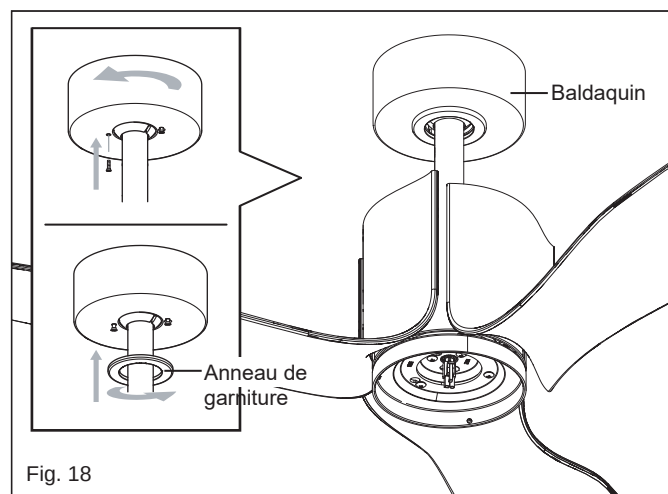

Fig. 18
- 3 Faites glisser la verrière jusqu'au support de suspension et placez le trou de serrure sur la vis du support de montage, tournez la verrière jusqu'à ce qu'elle se verrouille en place dans la section étroite des trous de serrure. Alignez le trou circulaire sur la verrière avec le trou restant sur le support de montage, fixez-le en serrant les deux vis de réglage. Alignez l'extrémité intérieure la plus grande du trou de serrure de la bague de garniture sur la vis de la verrière et faites-la glisser dans le sens contraire des aiguilles d'une montre pour serrer la bague de garniture. (Fig. 18)